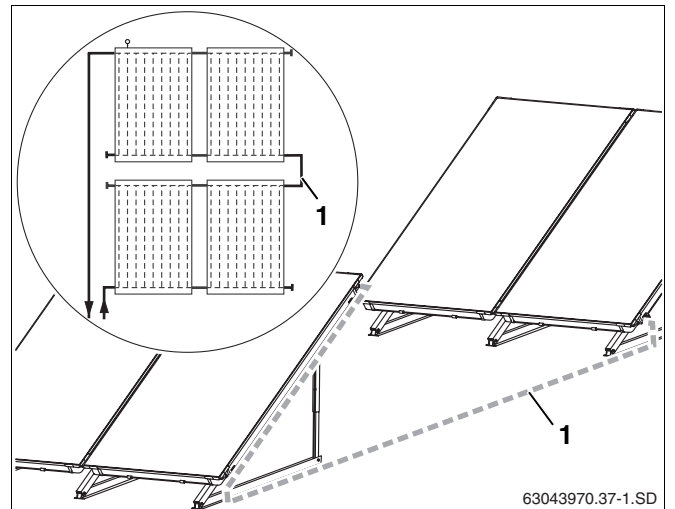

Fig. 61 Due collettori disposti l'uno dietro l'altro
Per il collegamento di due file di collettori (fig. 61, **pos. 1**) è necessario un secondo kit di allacciamento.